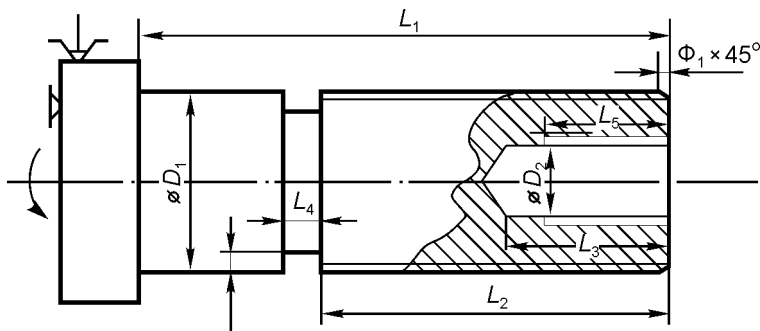

Рисунок 7 – Ескіз деталі до контрольного завдання програмування циклів L01, L02, L06, L07
3.5. Приклад побудови КП обробки валика (рис.7) з використанням постійних автоматичних циклів L01 та L02